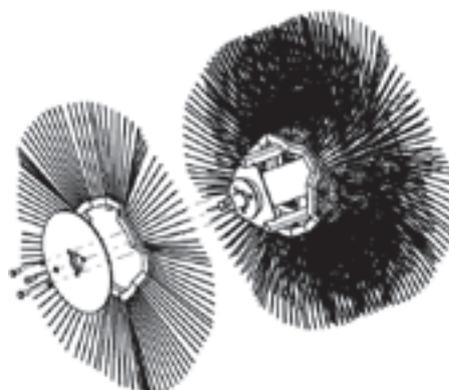

Рисунок 10 - Демонтаж щеточных дисков
4. Последовательно демонтируйте щеточные диски (Рис. 10).